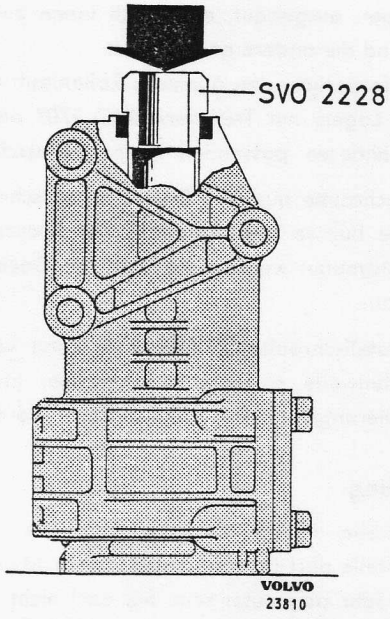
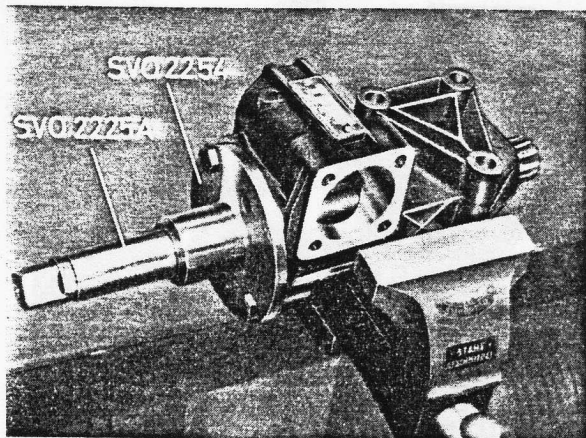

Bild 6-23. Buchsen für Lenkrollenwelle einbauen
Bild 6-24. Aufreiben der Buchsen für Lenkrollenwelle
1. Buchsen für Lenkrollenwelle von der entsprechenden Seite mit Aufsetzdorn SVO 2228 und Dorn SVO 1801 einbauen, siehe Bild 6-23. Buchsen mit Reibahle SVO 2225 aufreiben. Zum Aufreiben Führung SVO 2254 mit zwei Schrauben am Gehäuse befestigen, siehe Bild 6-24. Nach dem Aufreiben das Gehäuse sorgfältig von Metallspänen säubern.